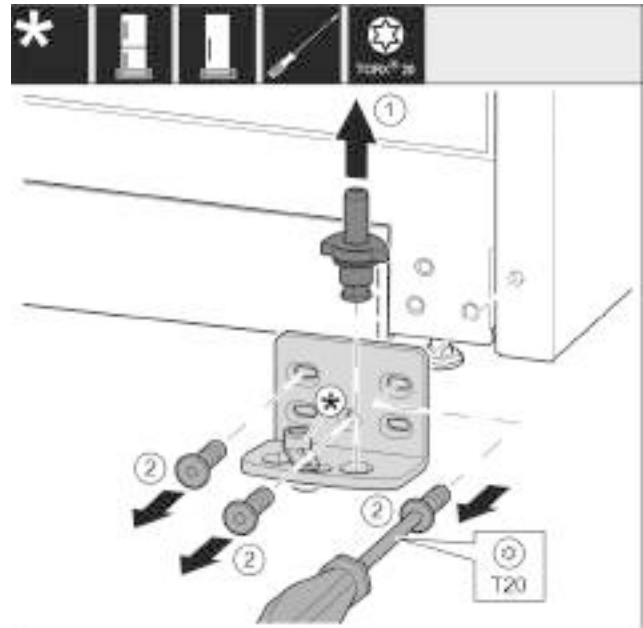

Fig. 13
- Опорный палец Fig. 13 (1) полностью извлеките движением вверх.
- Открутите винты Fig. 13 (2) отверткой и снимите опорный кронштейн.